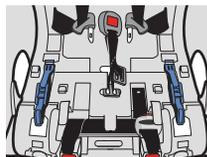
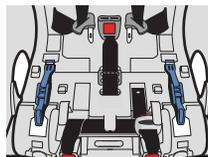

Figure 17
Figure 18
- Prenez la partie la plus longue (ou la plus courte) de la sangle d'entrejambe et insérez-la dans la fente de la Sangle d'Entrejambe extérieure, tel qu'illustré dans la **Figure 17**. Assurez-vous que le bouton de déverrouillage rouge de la boucle fait face à l'extérieur du siège, tel qu'illustré dans la **Figure 18**.